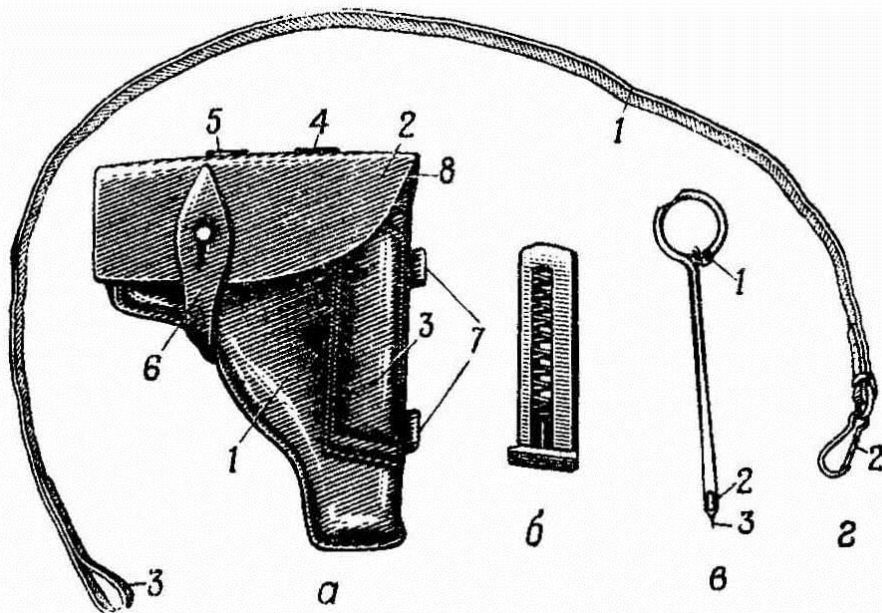

Рис. 44. Принадлежность к пистолету:
30. В принадлежность к пистолету входят (рис. 44): кобура, протирка, запасный магазин, пистолетный ремешок.